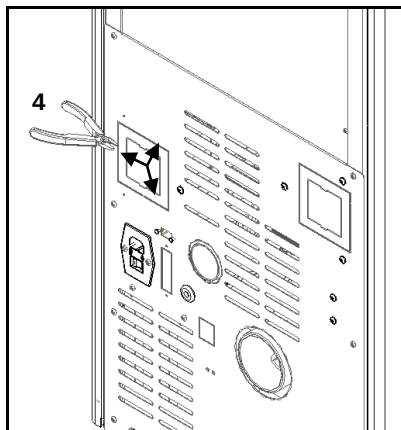

Figura 127 - Retirada de la tapa posterior
d) En la parte posterior del equipo, retire la tapa marcada en la Figura 127, cortando en las áreas marcadas con un alicate de corte (4).